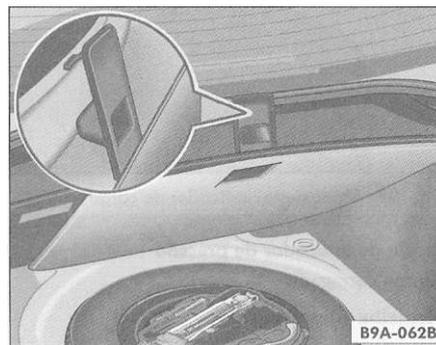

Fig. 111 Detalhe no compartimento de bagagem: suporte de ancoragem do revestimento do assoalho - Polo Sedan
Na versão Sedan, a cobertura pode ser levantada e presa sobre a guarnição de borracha => fig. 111.
- Levante o revestimento do assoalho para acesso à roda de emergência. Na versão Sedan, prenda o suporte de ancoragem do revestimento do assoalho na guarnição de borracha => Página 178, fig. 111.